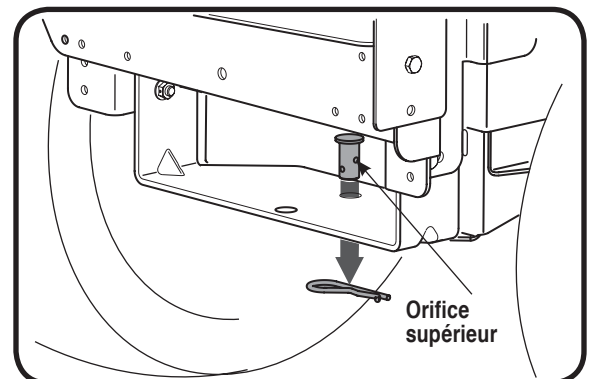

Figure 16
5. Réinsérez la broche d'articulation dans les orifices alignés du support de fixation et de la plaque d'attache, et fixez avec l'anneau de retenue retiré précédemment. Voir la Figure 16.